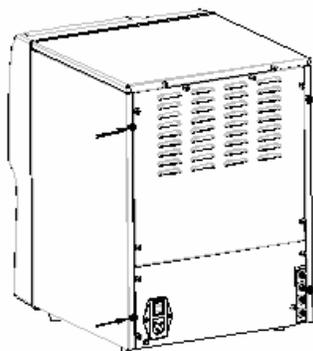

Рисунок 10-47 Снятие винтов-держателей
2. Отвинтите и снимите винты-держатели вручную или с помощью отвёртки (помечены стрелками на **рис. 10-47**) с правой стороны платы.